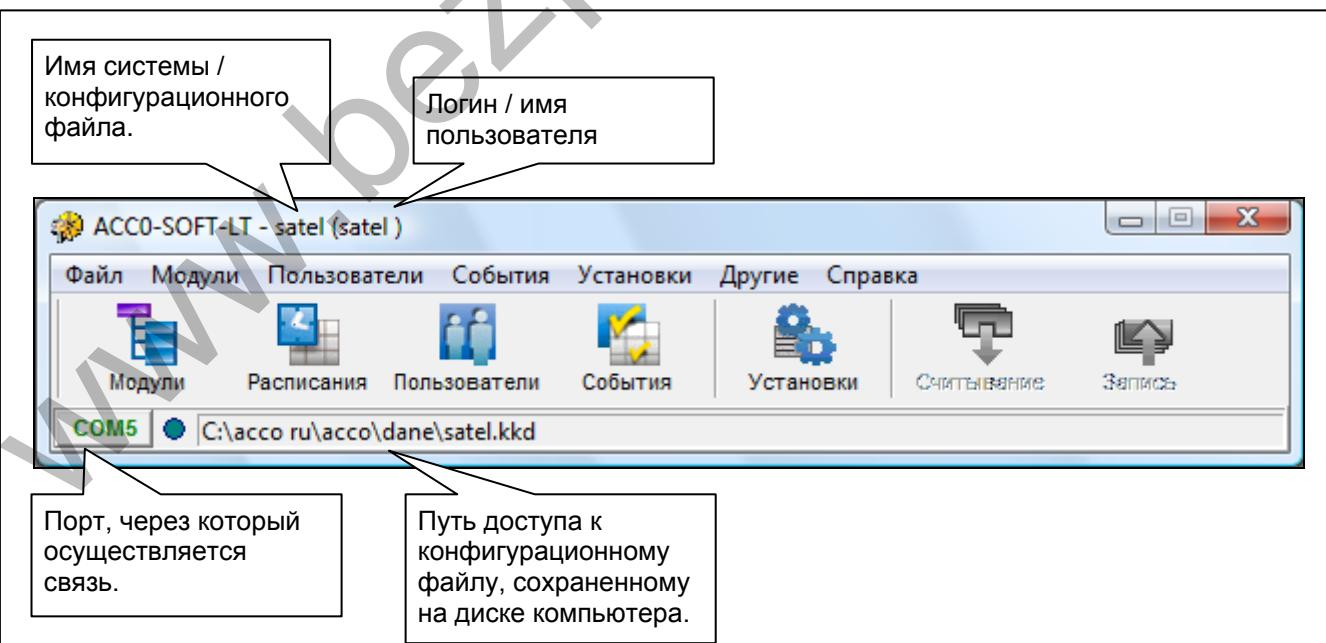

Рис. 22. Меню после создания конфигурационного файла.
5. После создания конфигурационного файла (или после открытия уже существующего файла) изменится вид окна главного меню программы (см. рис. 22). Будет доступно полное меню и все кнопки.
9. После настройки модуля / модулей, новые установки необходимо записать. Кнопка Запись в окне Список модулей позволяет записать данные в выбранный модуль. Кнопка Запись находится в главном меню программы (см.: рис. 22) и позволяет записать данные во все модули в системе, в которых данные были изменены.